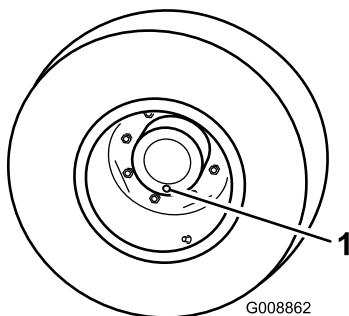

Figura 104
1. Con la macchina parcheggiata su una superficie piana, posizionate la ruota in modo che un tappo di controllo si trovi nella posizione inferiore (ore 6) (Figura 104).